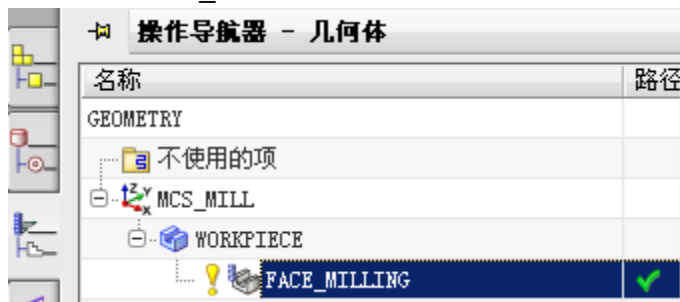

图 6-69
- 单击 MB3，选择操作 FACE_MILLING，如图 6-69 所示。